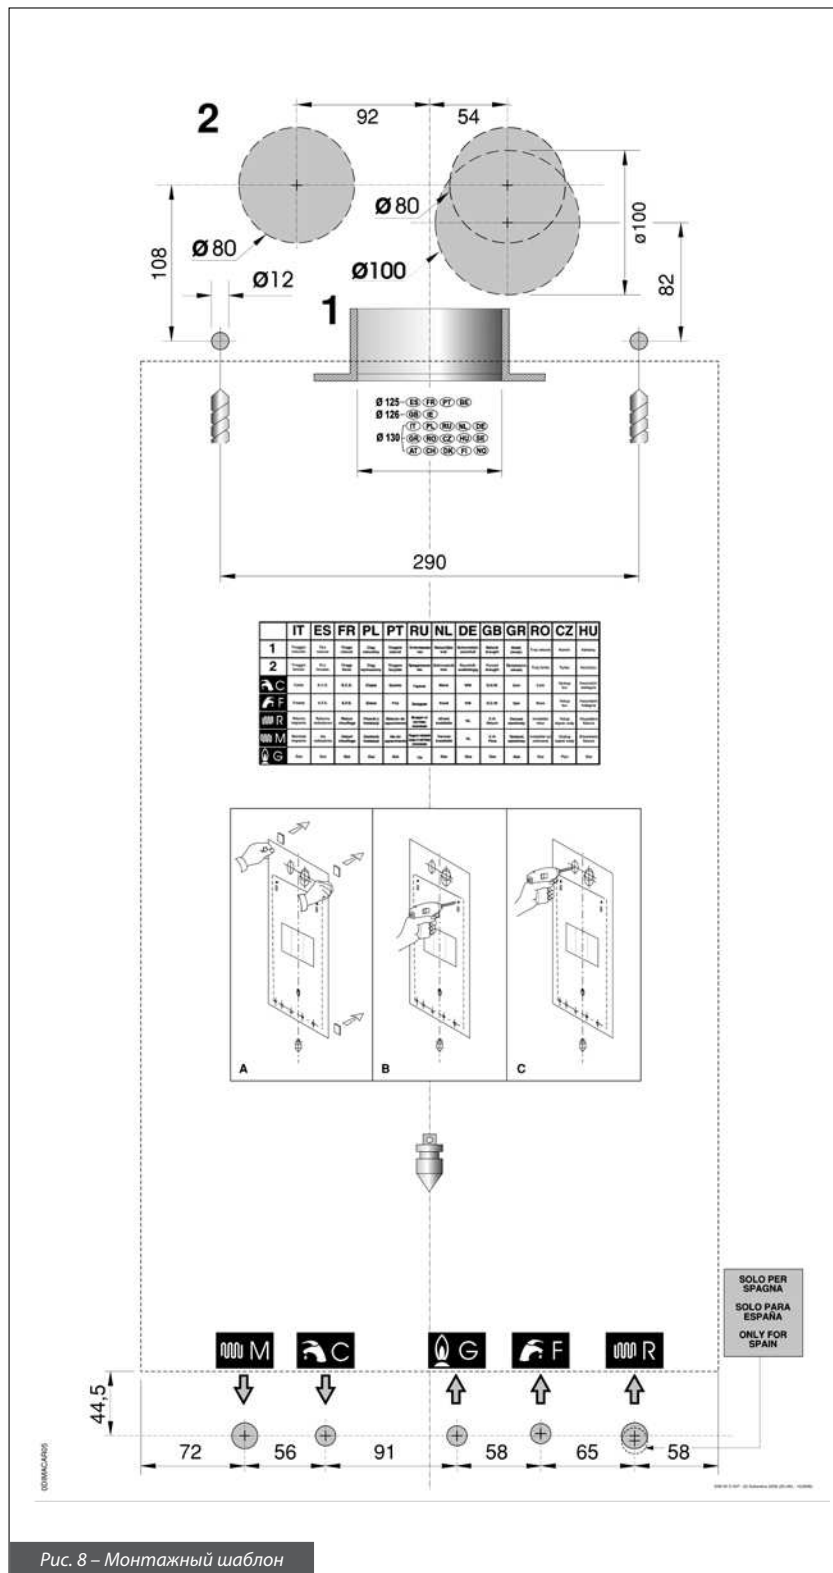

Рис. 8 – Монтажный шаблон
- б) монтажный шаблон (Рис. 8);
Каждый котел снабжен специальным бумажным шаблоном, находящимся в упаковке (рис. 8), который позволяет подготовить трубы для подключения к системе отопления, к линии воды санитарного назначения, к газовой магистрали и воздухоподающие/дымоотводящие трубы в момент их разводки, т.е. до начала установки котла на выбранное место.